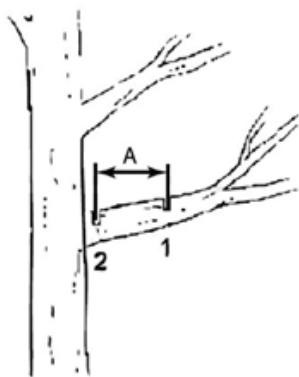

Рисунок 8. Схема спилування великих гілок.
3. Спилювання великих гілок діаметром понад 100 мм рекомендується вести частинами послідовно. Щоб гілка не зламалася, розмір між різаними бажано вибирати приблизно 250 мм (рис. 8).